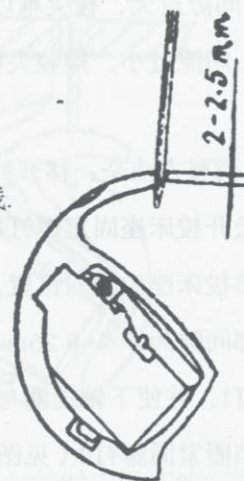

图2 梭尖与机针孔
2.当摆梭的勾线尖运动到机针的中心线时，梭尖距离机针穿线孔上边应为2~2.5毫米（见图2）。